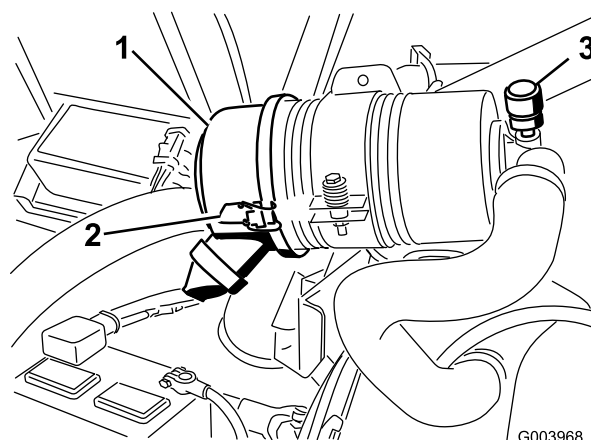

Figura 58
Revise el filtro del limpiador de aire únicamente cuando el indicador de mantenimiento (Figura 58) lo requiera. El cambiar el filtro antes de que sea necesario sólo aumenta la posibilidad de que entre suciedad en el motor al retirar el filtro.
1. Abra los enganches que fijan la tapa del limpiador de aire a la carcasa del limpiador de aire (Figura 58).